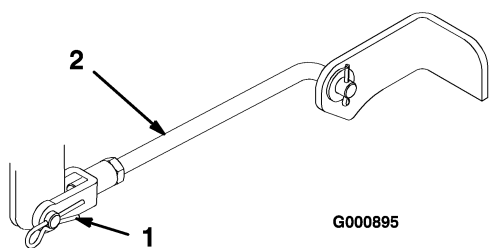

Figure 47
5. Enlevez la goupille fendue et les axes des chape des tourillons avant (Figure 47).
- Fixez les tiges de tourillons avant à la machine à l'aide des axes de chape et des goupilles fendues (Figure 47).